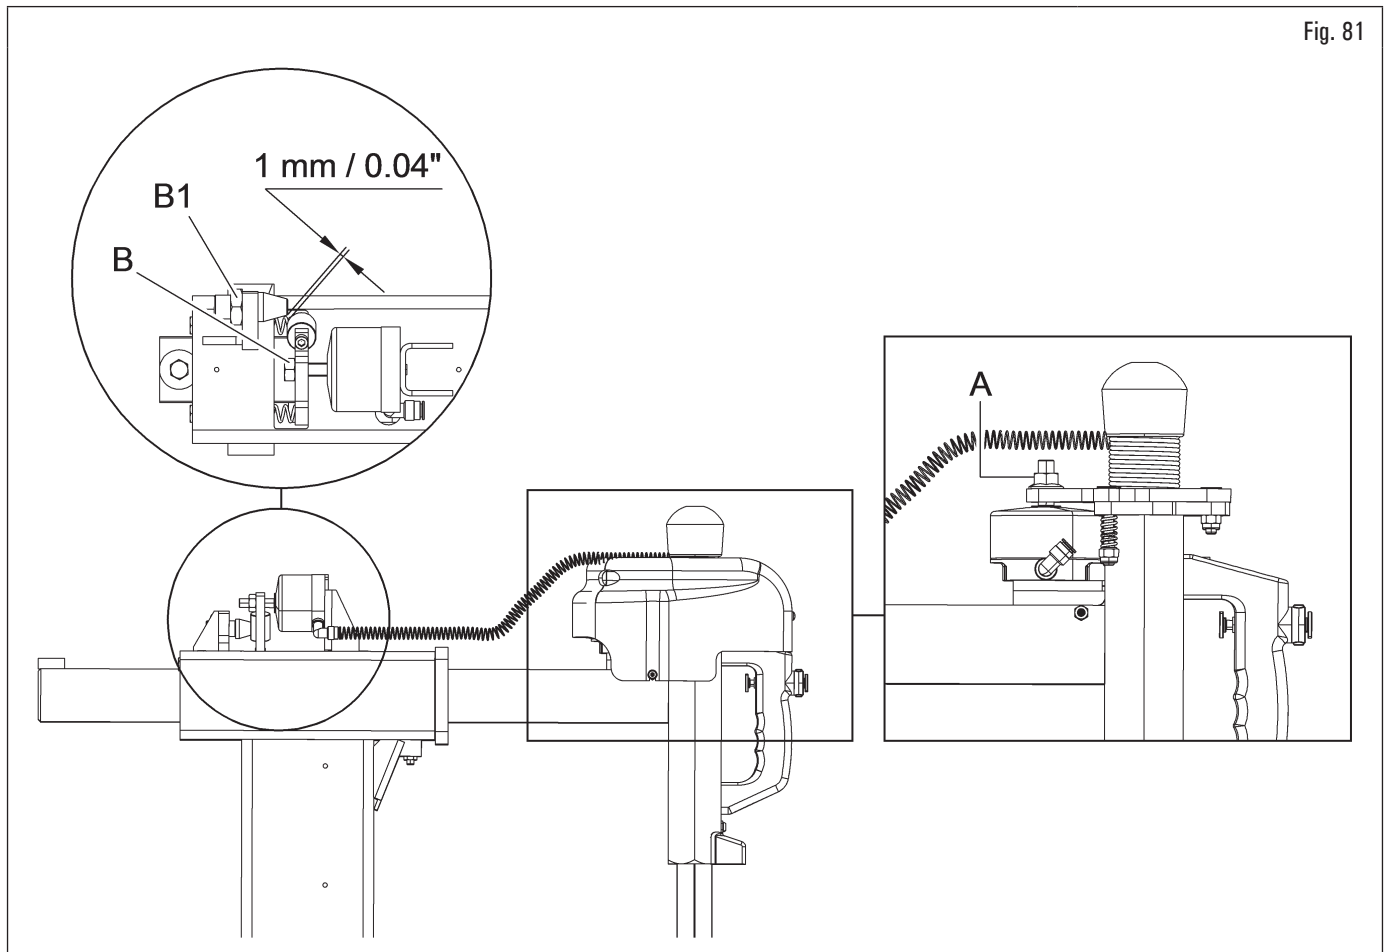

Fig. 81
- Regulación carrera (Fig. 81).
El ajuste del dispositivo de bloqueo horizontal se efectúa operando en la tuerca B con el cilindro neumático descargado (luego de haber extraído el cárter superior y y luego de haber ajustado la tuerca B1 para bloquear el cono en posición fija respecto al rodillo – véase Fig. 81);